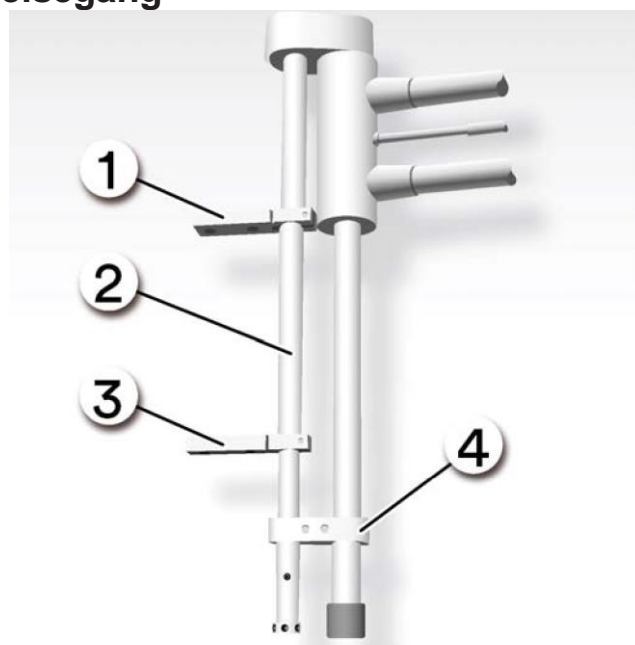

Рис. 91
- ▶ Снять нижний зажим (см. рисунок 91).